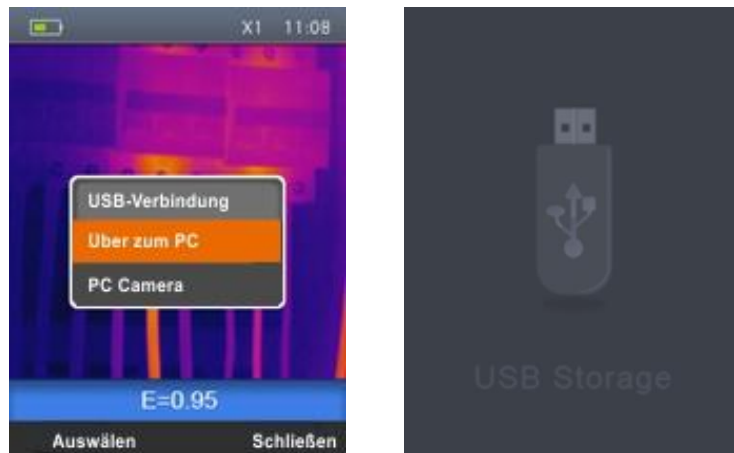
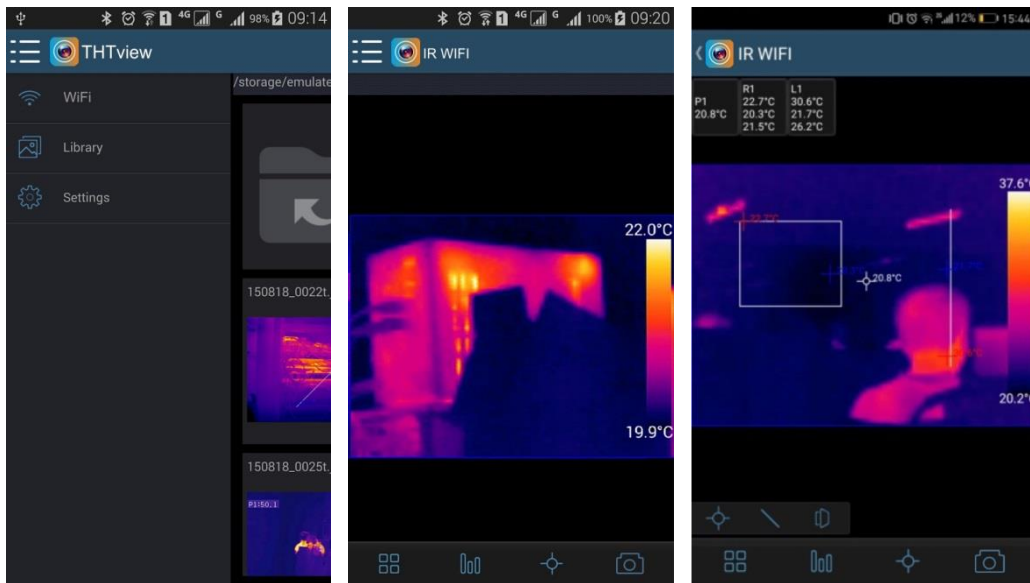

Abb. 38: Übertragung der Bilder/Videos auf einen PC
Abb. 41: Bildanzeige in Echtzeit
2. Verbinden Sie das USB-Kabel mit dem Gerät (siehe Abb. 3 – Teil 16) und an den PC. Die folgende Bildschirmseite (siehe Abb. 38 – Linke Seite) erscheint im Display:
4. Benutzen Sie die \oplus oder \ominus Tasten zur Auswahl der Option "PC- Übertragung" und drücken Sie "Auswählen". Die Bildschirmseite Abb. 38 – Rechte Seite erscheint im Display.
5. Tippen Sie auf das Menüsymbol und wählen Sie die Option "WiFi" (siehe Abb. 38 – linke Seite), um die Echtzeitanzeige des Bildes am Gerät auf dem Display des Mobilgeräts zu aktivieren. Der Bildschirm von Abb. 41 - mittlere Seite wird angezeigt
Anzeige "Spot" Objekt im Bild (siehe Abb. 41)
Anzeige "Linie" Objekt im Bild (siehe Abb. 41)
Anzeige "Fläche" Objekt im Bild (siehe Abb. 41)